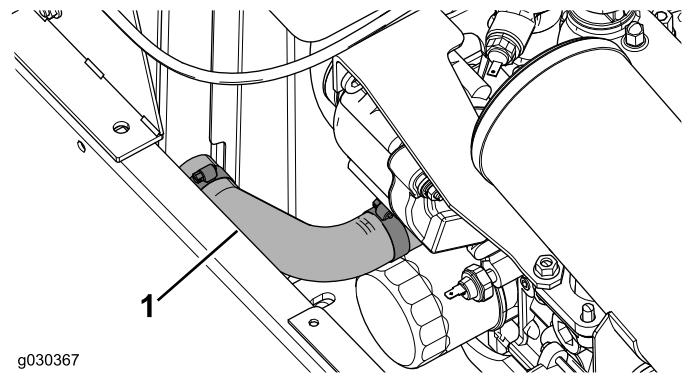

Figura 34
2. Ubique y retire la manguera inferior del radiador de la máquina (Figura 34).